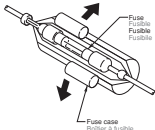

Figure 6 / Figure 6 / Figura 6 / Figure 6
4. To replace the fuse, open the lock on the source unit case, remove the old fuse and insert the new one. (Figure 6)
4. Pour remplacer le fusible, ouvrir le boîtier sur le côté de l'appareil pilote, retirer l'ancien fusible et insérer le fusible neuf. (Figure 6)